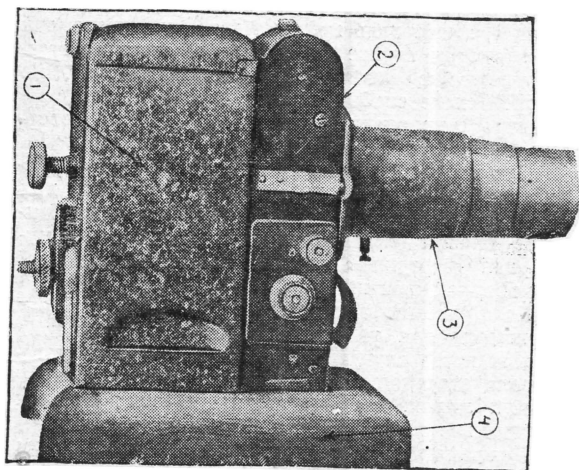

Рис. 1
Алфоскоп (рис. 1), как таковой, состоит из камеры для лампы (1); кассеты для пленки с приспособлением для продвижения пленки при помощи электромагнита (2), объектива (3) и подставки (4).